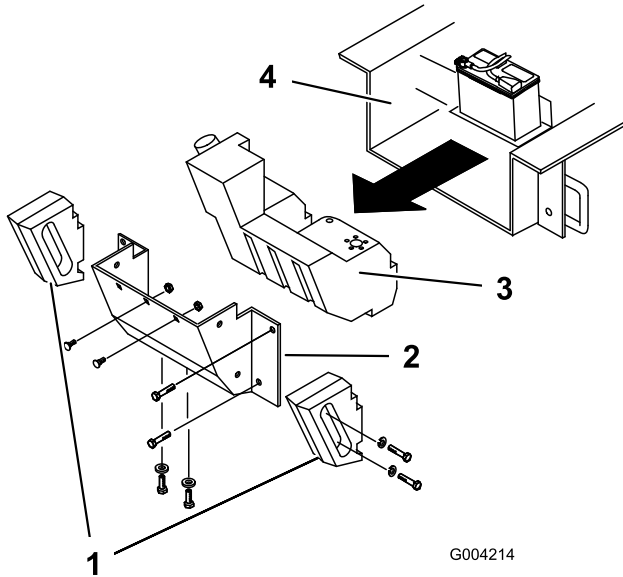

Figura 65
Abra el capó e inspeccione frecuentemente la zona debajo del motor con una linterna. Cuando la acumulación de residuos llegue a 2,5–5 cm de profundidad, realice el procedimiento siguiente (consulte la Figura 65 al realizar este procedimiento):
5. Retire los pernos, las arandelas y las arandelas de freno que fijan los dos contrapesos laterales, y retire los contrapesos (Figura 65).
8. Retire las 6 tuercas y los pernos que fijan el panel trasero; retire el panel (Figura 65).
10. Deslice el depósito de combustible hacia atrás (Figura 65).
17. Introduzca el depósito de combustible parcialmente en el chasis (Figura 65).
23. Vuelva a colocar el panel trasero y fijelo con los seis pernos y las tuercas que retiró anteriormente (Figura 65).
25. Instale los contrapesos laterales con los pernos, las arandelas y las arandelas de freno que retiró anteriormente (Figura 65).